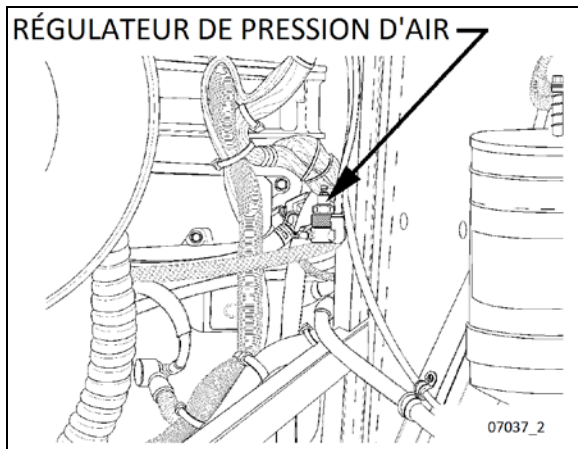

FIGURE 9: RÉGULATEUR DE PRESSION D'AIR (TYPE)
18. Régler la pression du ralentisseur à 80 ± 3 psi au moyen du régulateur de pression d'air. Pour plus d'information, se reporter à la section 12, *CIRCUIT DE FREINAGE ET D'AIR*, sous le titre *RÉGULATEUR DE PRESSION D'AIR*. Le régulateur de pression d'air se trouve à l'arrière du compartiment moteur, du côté droit (FIGURE 9) ou dans le compartiment de service arrière droit.